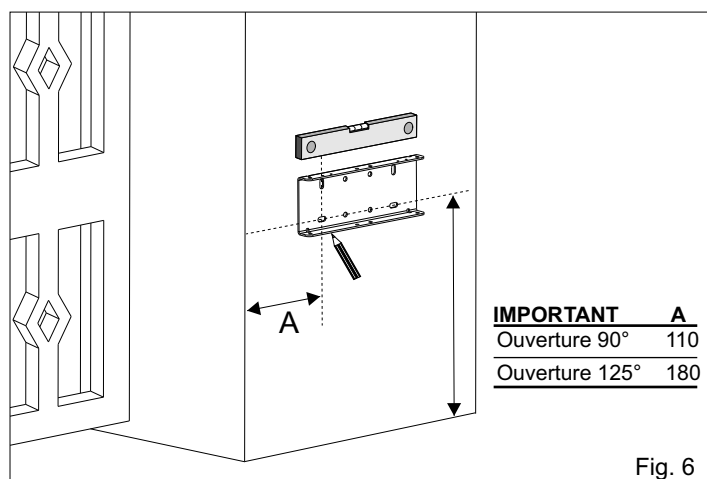

Fig. 6
- Placer la plaque d'ancrage sur le pilier et définir la position horizontale «A» en fonction de l'ouverture maximale à être effectuée en utilisant comme référence la table (Fig. 6).